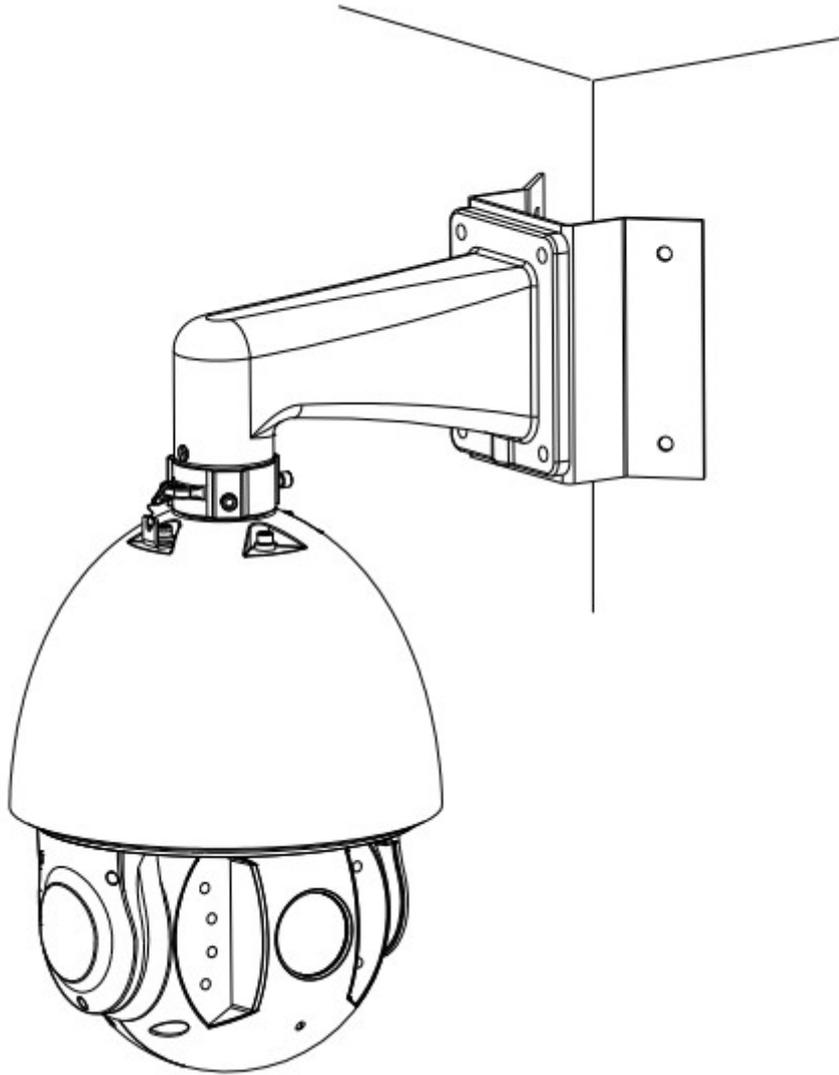

图 5.2.2 墙角支架安装整机示意图
2、球机安装见图 5.2.2，具体安装方式参见 1.5 节。